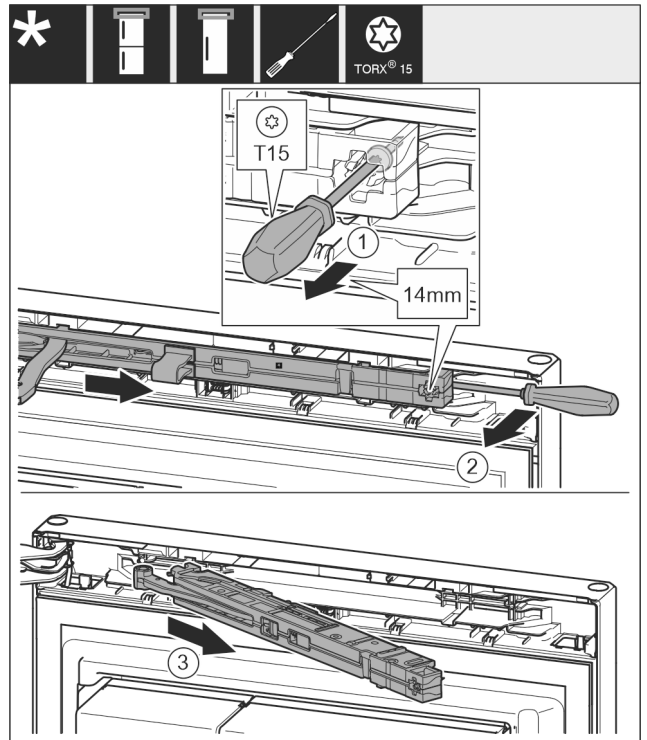

Fig. 10
- С отвертка T15 отвийте винта на блока на затварящия демпфер с ок. 14 mm. Fig. 10 (1)
- От страната на дръжката вкарайте отвертка зад блока на затварящия демпфер и завъртете напред. Fig. 10 (2)
- Издърпайте блока на затварящия демпфер. Fig. 10 (3)